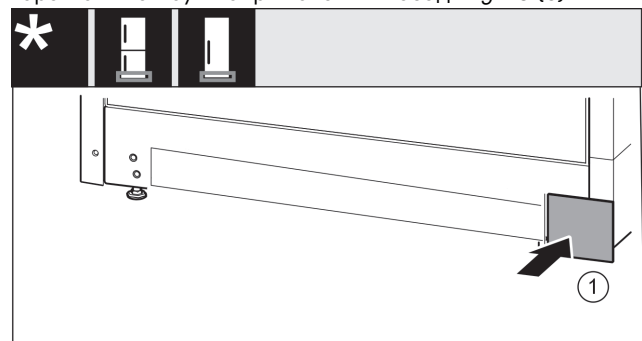

Fig. 19
- ▶ Знову одягнути кришку з іншого боку. Fig. 19 (1)